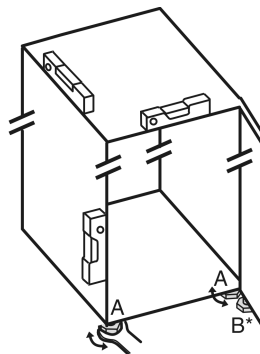

Fig. 4
- ▶ Vyskrutkujte nastaviteľné nohy Fig. 4 (A) priloženým vidlicovým kľúčom a pomocou vodováhy, kým zariadenie nebude pevne a stabilne vyrovnané.
- ▶ Vyskrutkujte nastaviteľnú nohu Fig. 4 (B) na ložiskovej konzole priloženým vidlicovým kľúčom, kým nebude dosadať na podlahu.
- ▶ Otočte nastaviteľnú nohu Fig. 4 (B) ďalej o 90°.